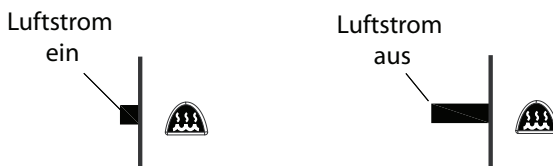

Abb. 4-2 Tastenpositionen Druck Ein/Aus
- Um den Luftstrom einzuschalten, auf die in Abb. 4-2 gezeigte Taste drücken. Dadurch wird das Gerät in den **Betriebszustand** geschaltet.